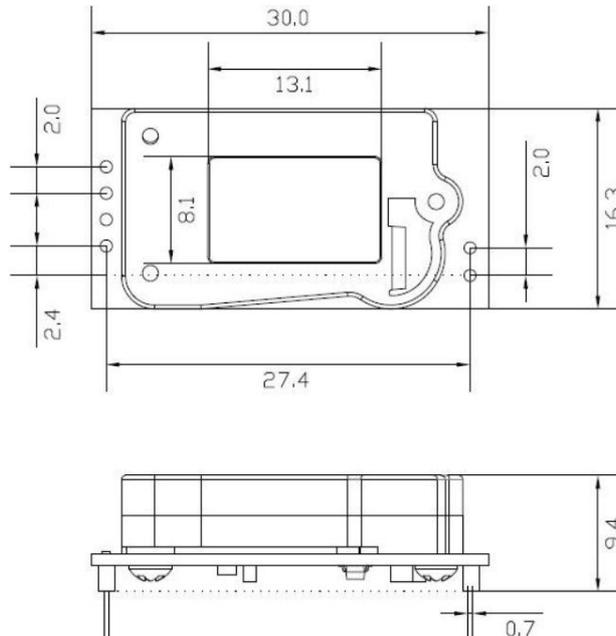

图1. CO2传感器尺寸图 (单位: mm; 未标注公差±0.5mm)
- 4) 设备进风口和出风口孔尺寸应不小于传感器进风口 (如图1中13.1mm×8.1mm的窗口所示) 开孔尺寸。